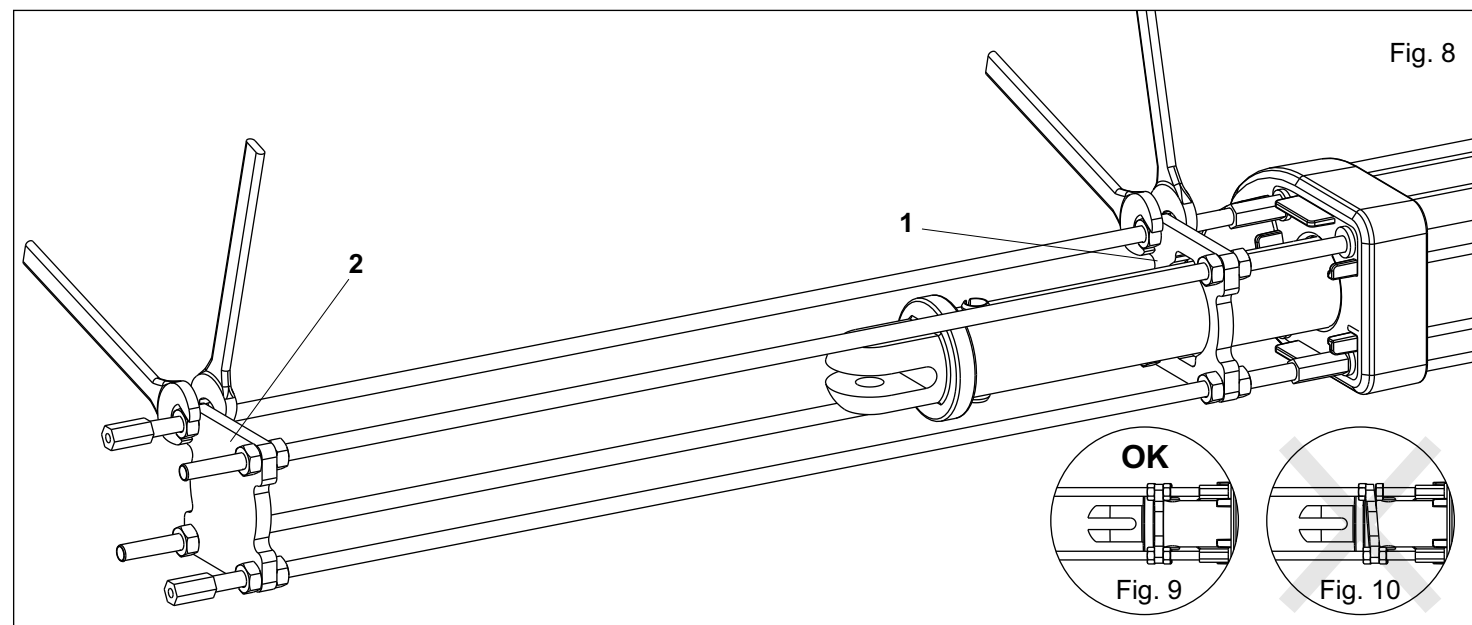

Fig. 8
8. Régler le stop mécanique selon les propres nécessités, en utilisant les dés spéciaux (Fig 8)